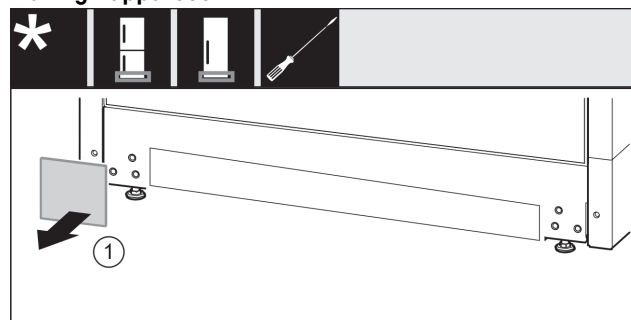

Fig. 42
- Rimuovere la copertura Fig. 42 (1).